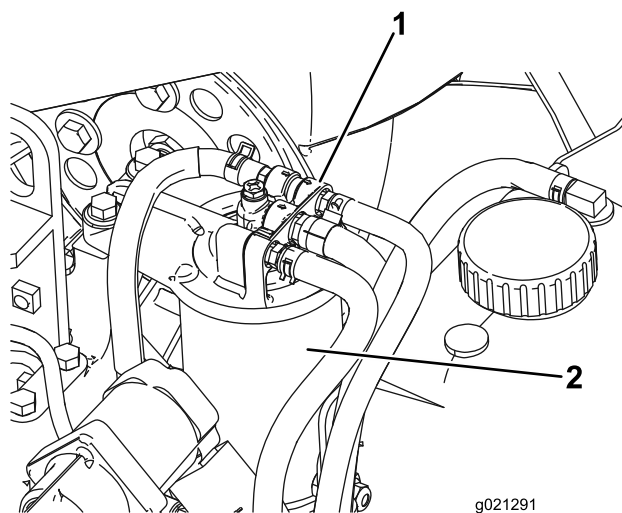

Figura 84
1. Limpe a zona em torno da cabeça do filtro de combustível (Figura 84).
2. Retire o filtro e limpe a superfície de montagem da cabeça do filtro (Figura 84).